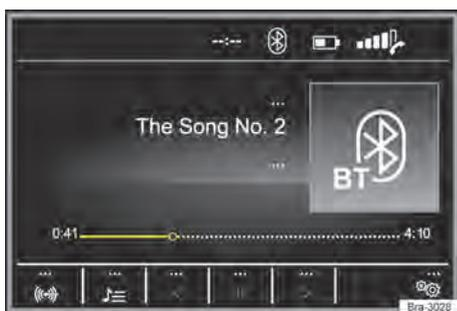
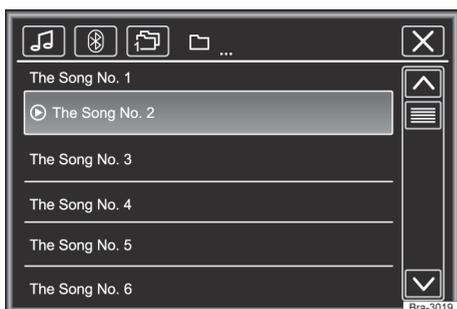

Fig. 126 Menu principal de mídia.
Fig. 127 Operação do rádio: lista de estações.
– Pressionar o botão **MEDIA** para abrir o menu principal **MEDIA** → Fig. 126.
As fontes de mídia que são reproduzidas atualmente são exibidas na superfície de função na parte inferior esquerda → Fig. 126.
Legenda da → Fig. 126 e → Fig. 127: